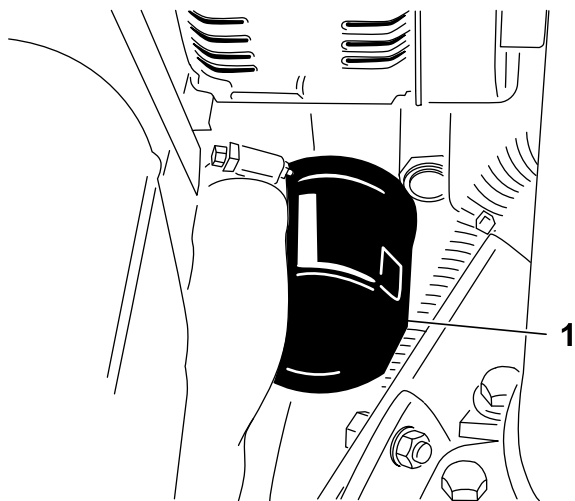

Figura 45
2. Retire el filtro de aceite (Figura 45). Aplique una capa ligera de aceite limpio al filtro nuevo antes de enroscarlo. **No apriete demasiado.**